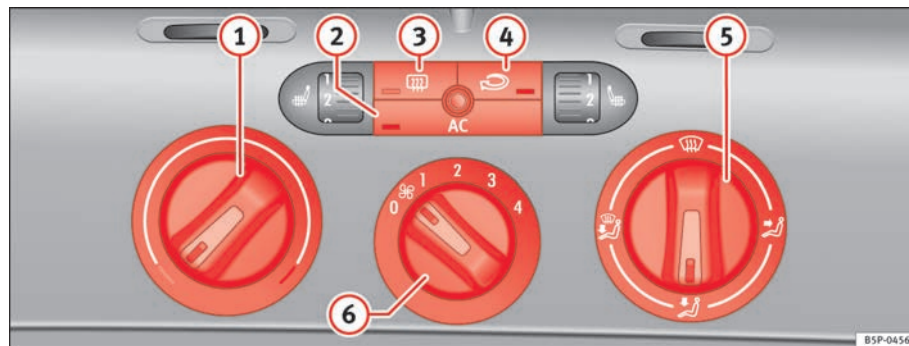

Fig. 126 Mandos del Climatic en el tablero de instrumentos
- Con los reguladores ⇒ fig. 126 ① y ⑤ y con el mando ⑥ se regula la temperatura, la distribución del aire y la velocidad de la turbina.
- Pulse la tecla ②, ③ o ④ para activar o desactivar la función correspondiente. Cuando la función está activa, la ventana situada en la esquina inferior de la tecla se ilumina.
① Regulador de temperatura ⇒ página 161
② Tecla AC – Encender o apagar el grupo refrigerador ⇒ página 161
- ③ Tecla ☀ – Luneta térmica. Esta función se apaga automáticamente aproximadamente 20 minutos después de haberla conectado. Se puede desconectar antes pulsando de nuevo la tecla.
- ④ Tecla ↻ – Recirculación de aire ⇒ página 163
- ⑤ Regulador de la distribución de aire ⇒ página 161
- ⑥ Mando de la turbina. El caudal de aire tiene 4 niveles de ajuste. La turbina debería funcionar siempre en el nivel más bajo cuando se circule a poca velocidad.
- Encienda el climatizador con la tecla ⇒ **página 160, fig. 126**